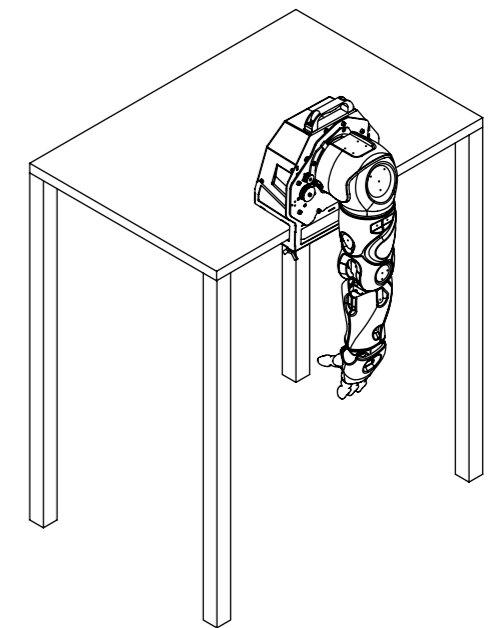

Рисунок 22.
16. Подключить в розетку кабель питания 230/110 В (3), далее подключить кабель к кронштейну крепления манипулятора Rooky
17. Установить манипулятор Rooky в стартовое положение (рисунок 22)